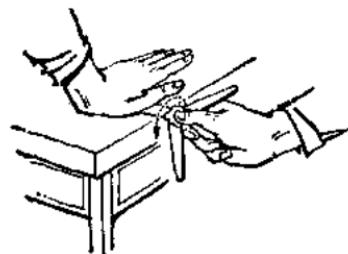
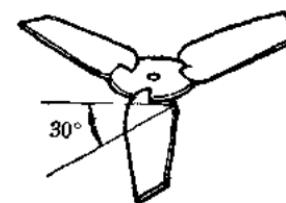

图 5
图 6
- iv. 把叶片放在桌子边缘上， $\frac{4}{5}$ 部分贴在桌面上，用手掌按住，然后按图 5 用右手把其余伸在桌子边缘外的 $\frac{1}{5}$ 部分扭弯至跟桌面成 30° 角(图 6)；